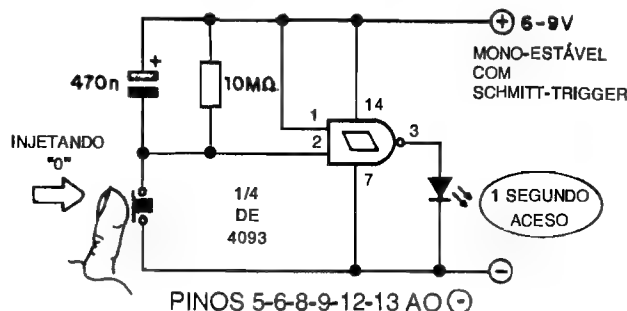

Fig.6
- FIG. 6 - (EXPERIÊNCIA) - MONO ESTÁVEL PRÁTICO, COM UM GATE NAND SCHMITT TRIGGER DE UM 4093 - Os felizardos Leitores/Hobbystas que possuírem uma matriz de contatos (Proto-Board) poderão realizar algumas EXPERIÊNCIAS muito elucidativas, usando poucos componentes, comuns e baratos, aprendendo bastante sobre os aspectos práticos da utilização de **gates** **Schmitt Trigger**... No primeiro exercício reali-
Experimentar ainda **manter** o **push-button** pressionado por longo Tempo... O LED (no caso do circuito experimental da fig. 6) ficará aceso por todo o Tempo em que o **push-button** encontrar-se premido, **mais** a Temporização decorrente dos valores de R e de C... Pensar a respeito, e tirar as conclusões quanto ao porquê de tal comportamento...